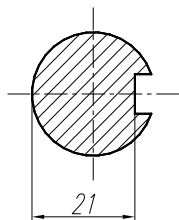

图 11-63 标注键槽深度
2) 标注键槽深度。选择“标注”功能面板的“线性标注”工具，或者选择“标注”菜单中的“线性”项，也可以直接在命令行输入 DIMLINEAR，利用自动捕捉和跟踪功能选择圆和中心线的交点及键槽同中心线的左交点作为标注线的起点和终点，结果如图 11-63 所示。